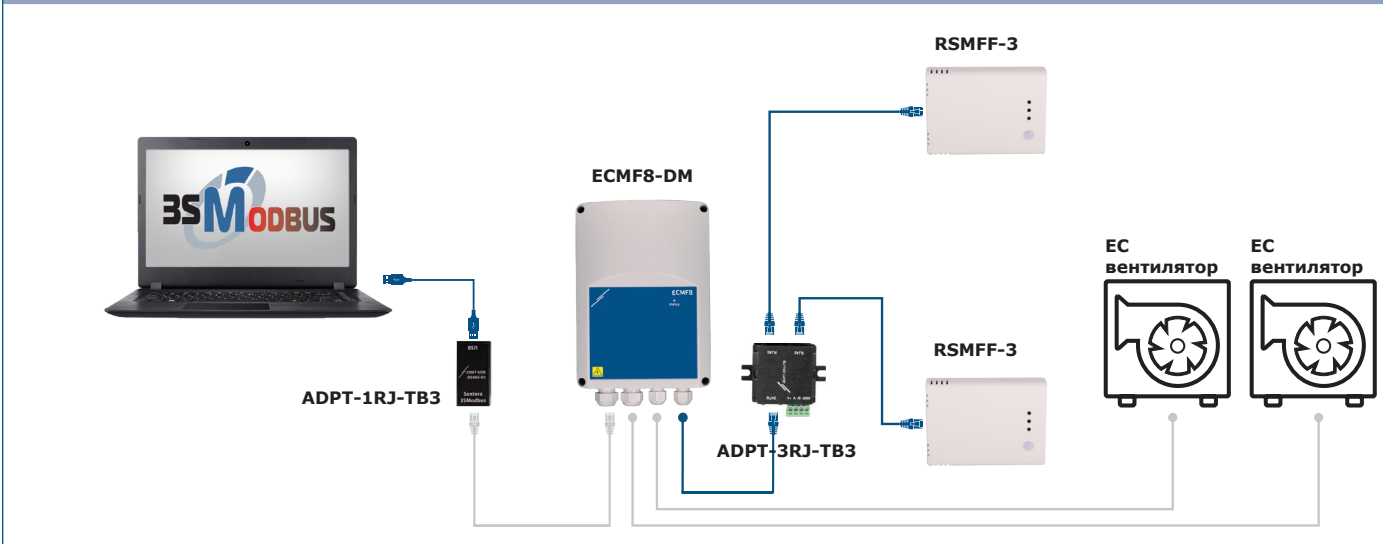

**Рис.3 Пример применения**
- 4.6 Подключите датчики ОБИК, потенциометры или другие ведомые устройства к разъему RJ45 и/или клеммной колодке Power over Modbus (PoM) (см. **Рис. 3**).